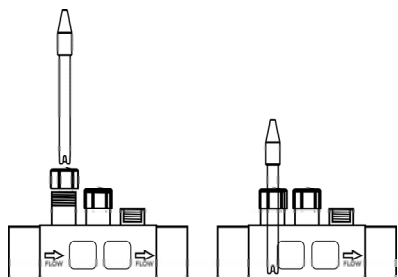

Fig. 2
1. Introduzir as sondas de pH/ORP fornecidas com o equipamento nos alojamentos correspondentes do porta-sondas. (Fig. 2).